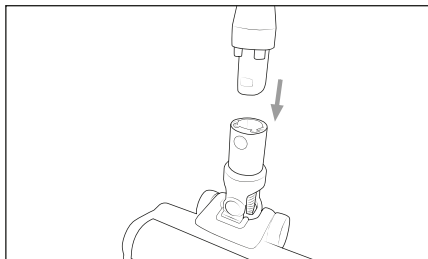

Fig. 2
- 2) Glissez le tube d'aspiration **23** dans la brosse de sol **20** jusqu'à ce qu'il s'enclenche de manière audible avec un clic (voir fig. 2). Vous pouvez également enficher la brosse de sol **20** dans l'appareil sans le tube d'aspiration **23**.